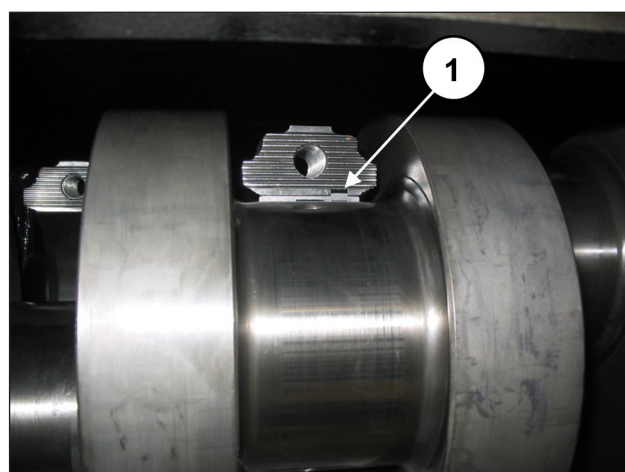

图 60
为了正确安装半轴承, 应确保半轴承的基准平键定位在半连杆(部件号①, 图 60)的专用底座中。